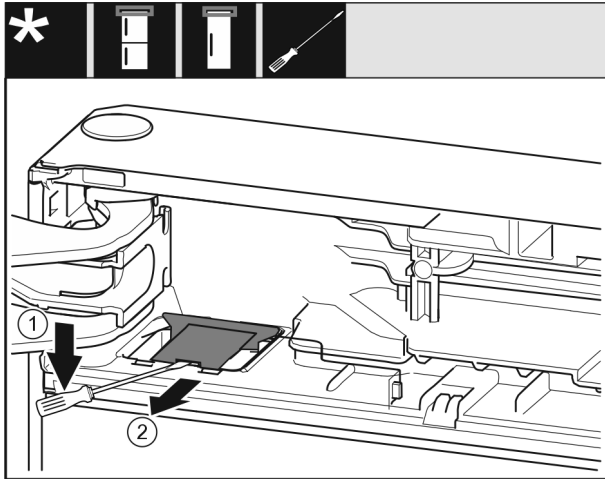

Fig. 10
- ▶ Con un destornillador para tornillos de cabeza ranurada, desencajar la cubierta y levantarla. Fig. 10 (1)
- ▶ Extraer la cubierta. Fig. 10 (2)